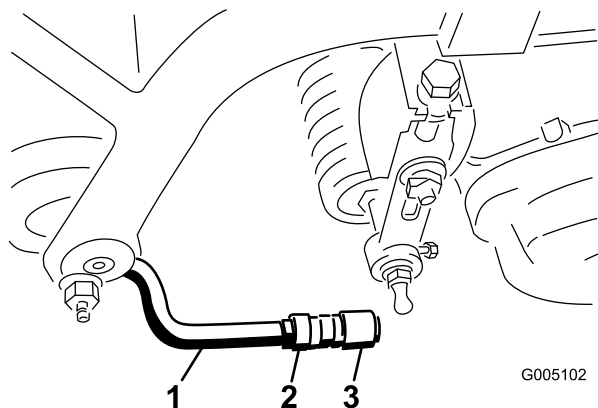

Figura 13
6. Allineate gli attacchi nei giunti sferici in modo che la parte aperta dell'attacco sia centrata verso il prigioniero a sfera. Serrate i controdati per fissare gli attacchi in posizione (Figura 13).